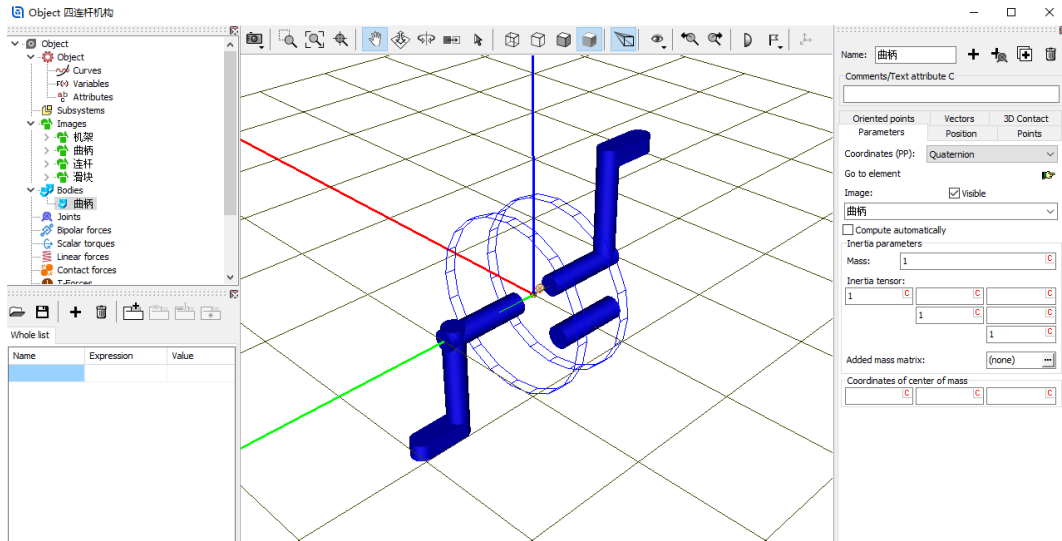

图 2-50
- 6) 创建第一个刚体**曲柄**，从 **Image** 下拉菜单选择几何**曲柄**，设置它的质量 (1) 和转动惯量 (1, 1, 1) 参数，如图 2-50。